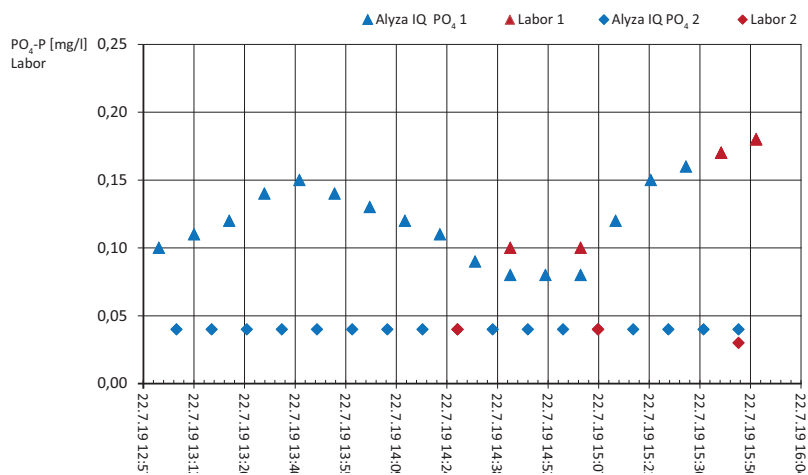

Abbildung 3: Messwerte von Alyza IQ PO4 (blau) und dazugehörige Laborwerte (rot) am 22.07. 2019.
**Datenauswertung:** Abbildung 3 zeigt die Konzentrationen beider Probenströme des Alyza IQ PO4 vom 22. Juli 2019. Insgesamt liegen die Werte hier unter denen der beiden anderen Anlagen (immer unter 0,2 mg/l PO4-P). Die obere Messreihe (blaue Dreiecke) zeigt die Konzentrationen vor der Fällung, die untere Messreihe (blaue Rauten) jene nach der Fällung. Zusätzlich werden in der gleichen Symbolik die dazugehörigen Laborwerte dargestellt (rot).